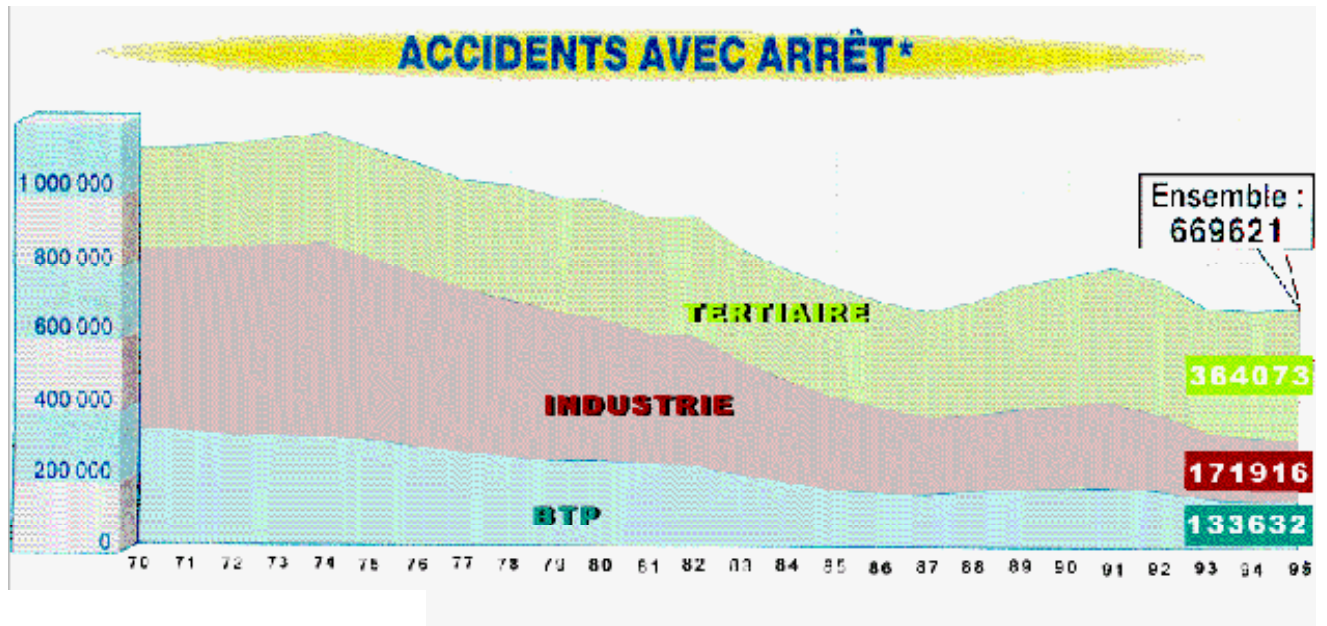

Fig. 2 - 1
L'analyse des statistiques (fig. 2 – 1) sur la période de vingt-cinq ans – de 1970 à 1994 (1) - montre une nette décroissance des accidents du travail. Leur taux de fréquence recule, en effet, de 38%, en passant ainsi de 41 accidents avec arrêt par million d'heures travaillées, en 1970, à 25 accidents avec arrêt, en 1994. Ce taux connaît une décroissance continue de 1975 à 1987. On note ensuite une augmentation sensible jusqu'en 1992. A partir de cette année-là, le phénomène de baisse se poursuit.